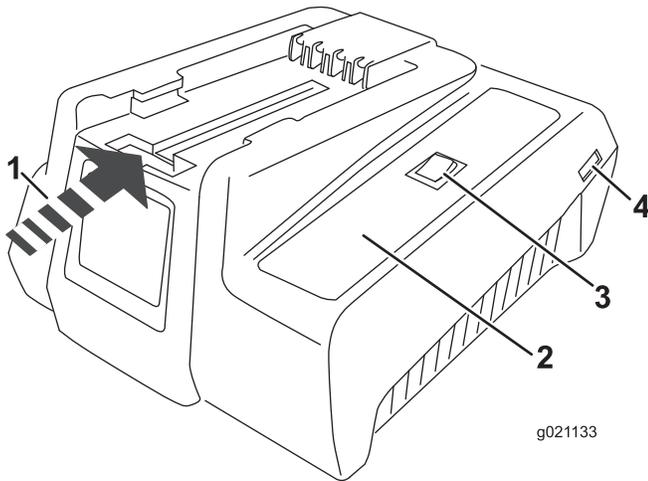
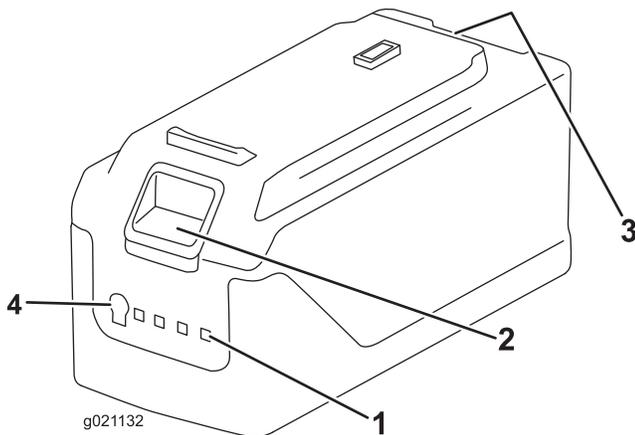

Figura 1
Figura 2
1. Si el cable de alimentación no está enchufado en el cargador, enchúfelo en el cargador (Figura 1) y enchufe el cable de alimentación eléctrica en una toma de corriente.
2. Ponga la batería boca abajo y alinee el terminal de la batería con la ranura del cargador (Figura 1 y Figura 2).